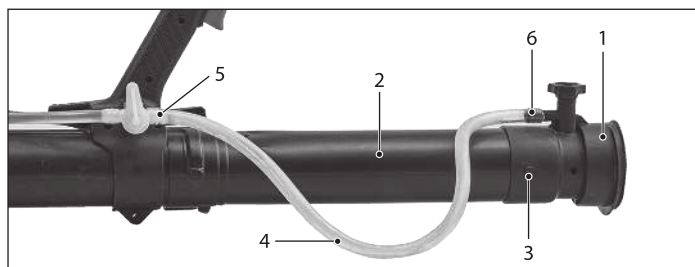

Рис. 6.2
6.2. Для модели GS-63-PRO: установите распылитель в сборе 1 (рис. 6.2) на трубу напорную 2 (тип Б), совмещив пазы на распылителе с выступами на трубе 3. Подключите шланг 4 к крану на рукоятке 5. Также убедитесь, что шланг плотно сидит на дозаторе 6.